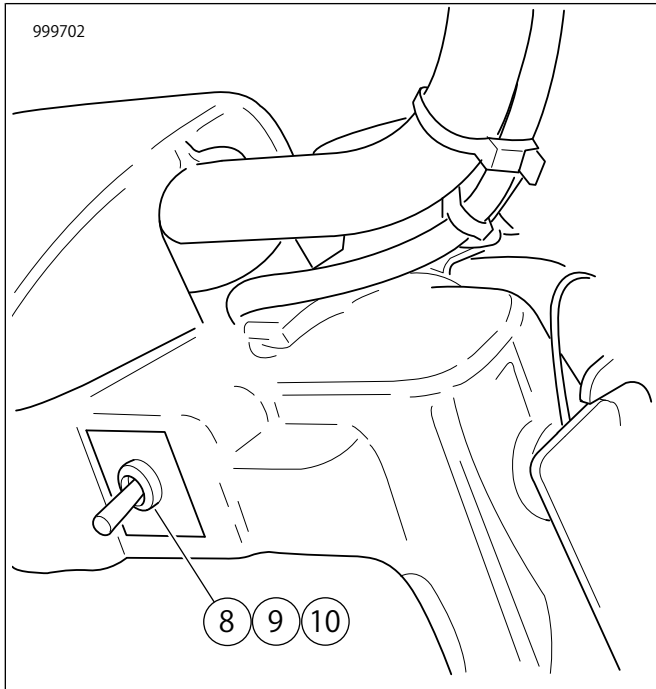

図6。非フェアリングスイッチの位置
- b. 非フェアリング車両:「図6」を参照してください。ナット(8)、ラベル(9)、スイッチ(10)を右のアクセス穴に取り付けます。ヘッドランプナセルの下にあるハーネスにスイッチを差し込みます。FLRTでは、コネクター[205]はプラスチックワイヤーキャディのフューエルタンク下に位置しています。サービスマニュアルを参照してください。